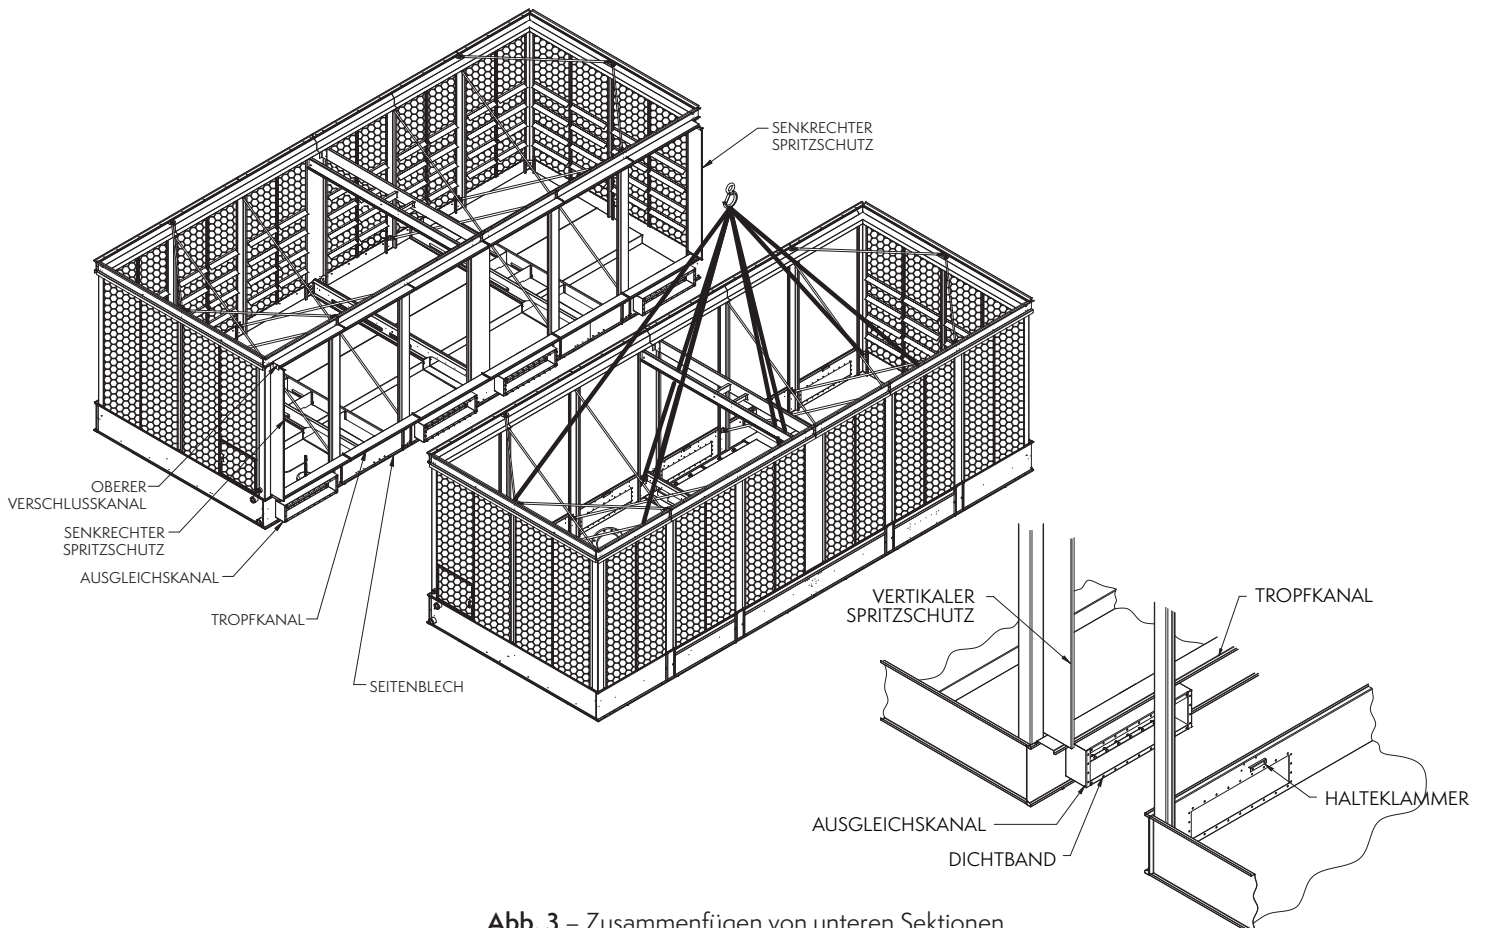

Abb. 3 – Zusammenfügen von unteren Sektionen
6. Befestigen Sie nun die zweite Wannensektion mit dem nebenliegenden Ausgleichskanal auf dem Stahlträger, wie in **Abb. 3** dargestellt.
4. Sobald der untere Teil des vertikalen Spritzschutzes am Tropfkanal befestigt ist, wird der zusätzliche obere Tropfkanal in die oberen Flanschverbindungen der Wannensektion gesetzt (wie in **Abb. 3** dargestellt). Die Befestigung am senkrechten Spritzschutz erfolgt mithilfe von 5/16" (8 mm) Schrauben (bei verzinkten Aggregaten) oder Edelstahlschrauben- und Muttern bei Edelstahlausführungen.